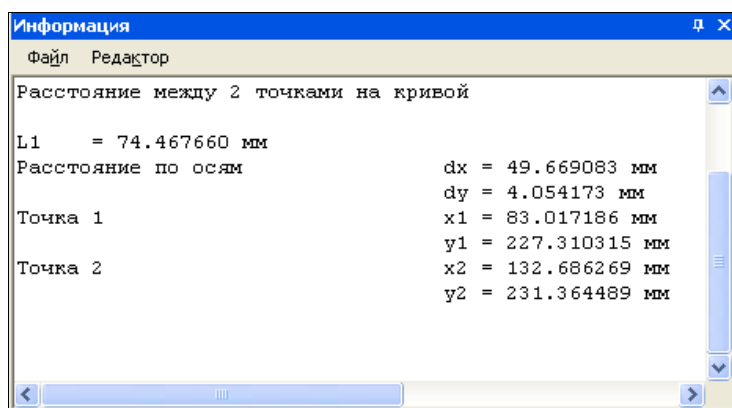

Рис. 19.4. Окно **Информация** с результатами измерения расстояния между двумя точками на кривой
- ◆ укажите две точки **t1** и **t5**, лежащие на этой дуге. В диалоговом окне **Информация** появится значение длины участка кривой, координаты этих точек в ТСК (рис. 19.4).